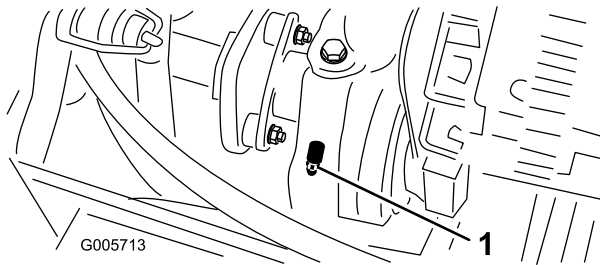

Figure 39
- Palier d'arbre de sortie de moteur (Figure 39)